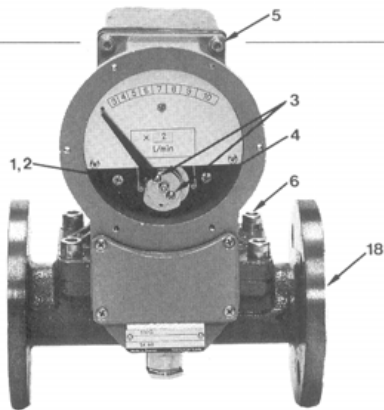

Fig. 4
Cambio del ajuste de los contactos Ver fig. 4, 6 y 8.
- 1. Girando el dispositivo indicador** Ver fig. 4.
- 2. Girando la caja de la chapa de orificio** Ver fig. 4.
La fig. 4 muestra la posición del centro con relación a la tapa al fijar las arandelas de estanqueidad (36). Los contornos de las arandelas (36) deberán también coincidir. No es necesario fijar la posición con gran precisión. Lo importante es que la manguera esté lo menos torcida posible cuando el indicador esté en operación, y que no esté retorcida cuando la membrana y el centro estén en la posición intermedia. Colocar la membrana en su sitio. Ver sección "Reemplazo de la membrana".